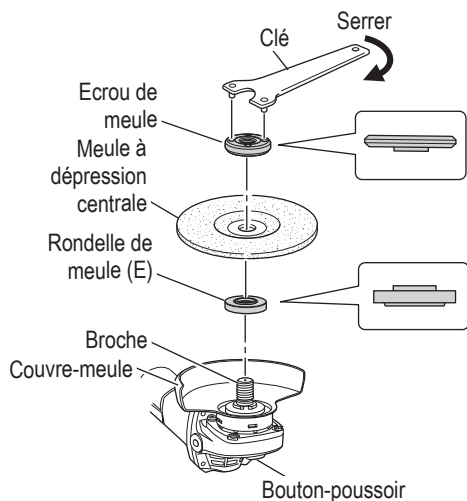

Fig. 18
- (1) Mettre la meuleuse à l'envers de façon que l'arbre soit dirigé vers le haut.
- (2) Aligner l'entaille de forme ovale de la rondelle de meule (E) avec l'encoche de l'arbre, puis les attacher.
- (3) Positionner la protubérance de la meule à dépression centrale sur la rondelle de meule (E).
- (4) Visser l'écrou de meule sur l'arbre.
- (5) Tout en poussant sur la bouton-poussoir avec une main, verrouiller l'arbre en tournant doucement la meule à dépression centrale avec l'autre main. Serrer l'écrou de meule en utilisant la clef fournie comme montré sur la Fig. 18.